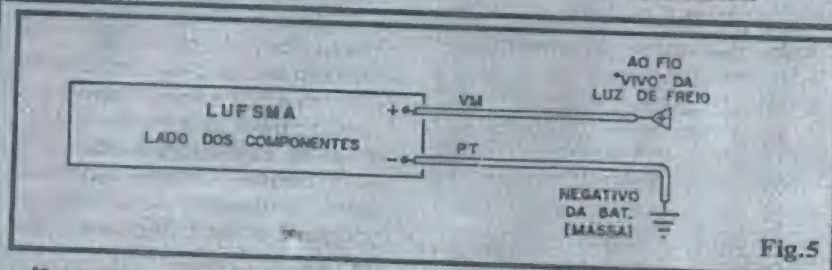

Fig. 5
- FIG. 5 - CONEXÕES EXTERNAS À PLACA - LIGAÇÕES DE INSTALAÇÃO FINAL DA LUFMSA - São apenas dois os fios que vão da placa ao circuito elétrico original do veículo... Do ponto (-) da LUFMSA (a placa é vista, na figura, ainda pelo lado não cobreado...) um cabo (de preferência preto, como é convencional) deve ser ligado à "massa" ou chassis (negativo da bateria...) e do ponto (+) um cabo vermelho será levado ao terminal "vivo" de uma das lâmpadas de freio normais do veículo (aquele que recebe os 12V positivos quando o pedal é acionado...). As ligações de instalação final serão abordadas, ainda mais à frente (fig. 8).
culo, formado pelo par de luzes "normais" de freio, interruptor acoplado ao pedal, etc., juntamente com a conexão (muito simples) da LUFEMA... Notem que, com exceção da conexão de "massa" (negativo), a LUFEMA precisa apenas de ter um cabo ligado ao terminal "vivo" de uma (qualquer das duas...) lâmpada normalmente acionada pelo pedal do freio... É muito fácil acessar esse terminal, simplesmente removendo provisoriamente a cobertura, por dentro do porta-malas (ou do próprio compartimento do motor, no caso de carros com motor traseiro...), com o que ficará visível a parte traseira (conexões) do conjunto formado pelas lanternas, luzes de direção e luzes de freio. Identifica-se experimentalmente qual terminal corresponde à luz de freio (basta acionar o pedal, e verificar se a LUFEMA dá o seu aviso luminoso em sequencial convergente, ou não...) e pronto! Basta fazer a conexão definitiva, bem isolada e firme, puxando o fio pelo conveniente "caminho", passando-o pela tampa que normalmente existe atrás do banco traseiro do veículo! A ligação de "massa" poderá ser feita, com cabo mais curto, a qualquer ponto correspondente ao negativo do sistema elétrico, ou seja: no "chassis" do veículo, conforme indicam as figs. 5 e 8...